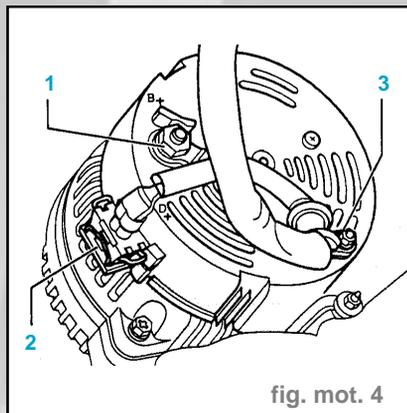

fig. mot. 4
- Débrancher les câbles (3) et (4) sur le démarreur.
- Débrancher la connexion à fiche (2) et l'extraire du support.
- Dévisser la borne -30/B+-, câble (1) sur l'alternateur (fig. mot. 4).